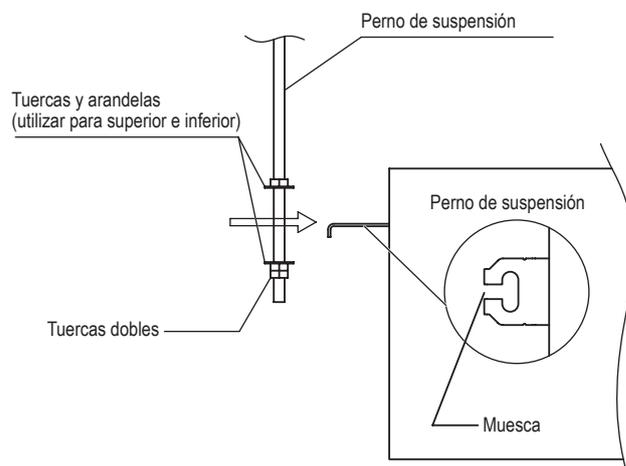

Fig. 6-5
- (3) Enroscar las 3 tuercas hexagonales y las 2 arandelas (de suministro local) en cada uno de los 4 pernos de suspensión (Figs. 6-5 y 6-6) Usar una arandela y una tuerca en el lado superior y 2 tuercas y 1 arandela por abajo, para asegurar que la unidad no se va a caer de los enganches de suspensión.